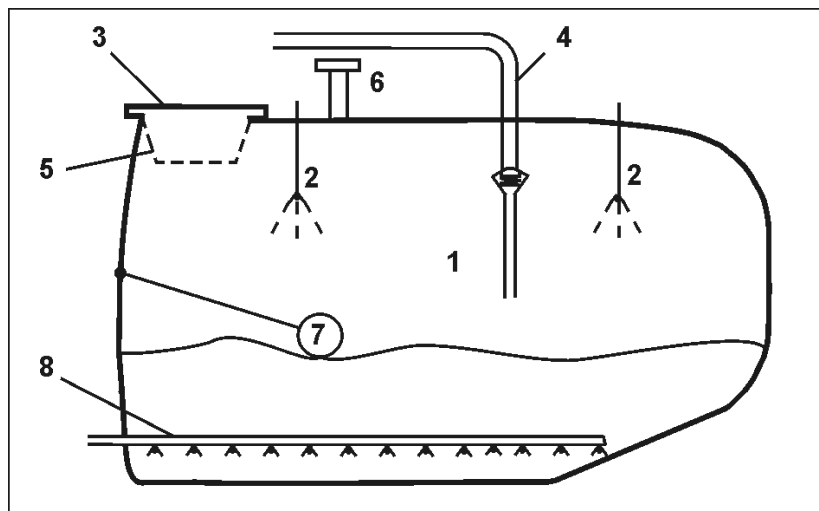

Fig. 51
- Marcajul roșu (Fig. 51/1) de pe indicatorul de control al piciorului de sprijin este vizibil, când utilajul este parcat pe piciorul de sprijin hidraulic.